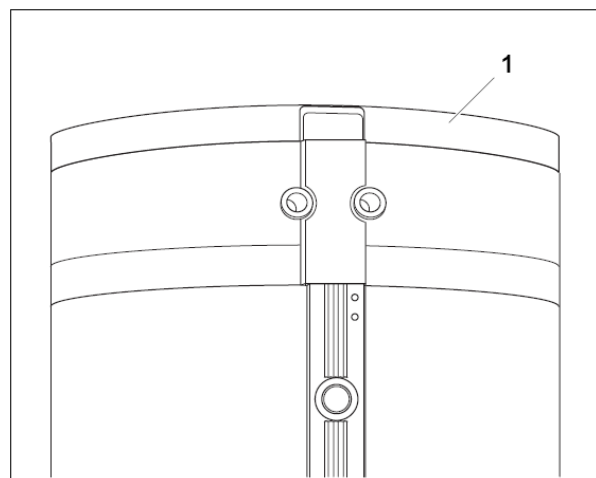

Рис. 10 Покришка бойлера
- Установити зверху покрішку бойлера (Рис. 10, Поз. 1)